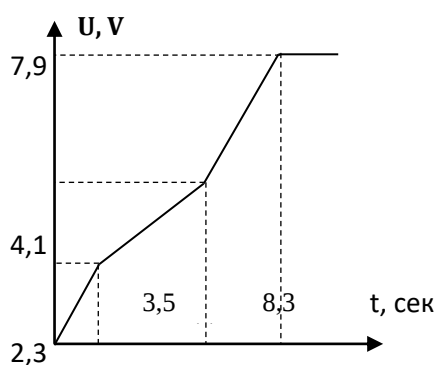
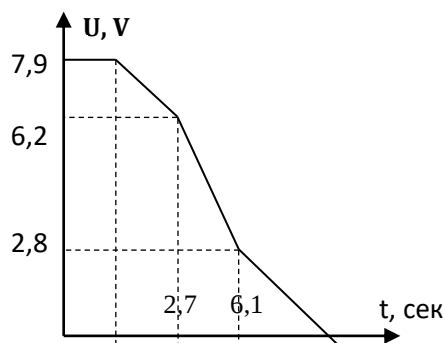

Рис. 1.
Рис. 2.
1. Составить программу на языке Ассемблера, которая осуществляет опрос внешних устройств через порт ввода с адресом 501h, формирует и записывает УСРР в память и выводит их во вне через порт вывод ас адресом 502h через 200 мсек. Реализацию задержки времени τ осуществлять при помощи подпрограммы. Схема СРВ показана на рис. 1.
4. Имеется система, позволяющая включать/выключать обогрев помещения. Включение обогрева производится, если в помещении есть люди и средняя температура ниже 18°C , либо если в помещении нет людей и средняя температура ниже 12°C . Обогрев выключается, когда средняя температура достигнет 26°C . Контроль наличия людей производится с помощью двух фотоэлементов, размещенных на входе в помещение. Для измерения температуры используются 12 датчиков, измеряющих температуру в диапазоне $10^\circ\text{C} \div 85^\circ\text{C}$, диапазон выходного сигнала $0 \div 4,2\text{В}$. Датчики опрашиваются циклически, начиная с первого. Инерционность датчиков равна 0,2с. Включение обогрева – подача напряжения на ТЭН согласно рис. 1. Выключение согласно рис. 2.